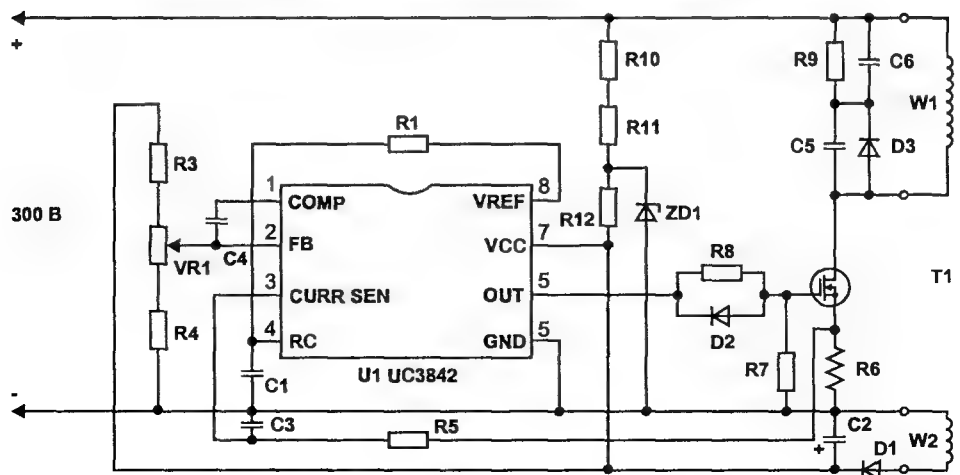

Рис. 7. ИП с полевыми транзисторами
Отличие схемы на рис. 7 от ИП с транзисторными схемами управления заключается в применении полевого транзистора в качестве ключа. ИС U1 обеспечивает работу только п-канального МОП транзистора с изолированным затвором, так как управляющий сигнал на ее выводе 6 (OUT) имеет амплитуду, близкую к ее напряжению питания (Vcc) на выводе 7. При появлении на входе схемы напряжения в 300 В, на 7-й вывод ИС U1 через резисторы R10, R11 и R12 поступает напряжение, ограниченное стабилитроном ZD1 (около 30 В), и происходит включение внутренних схем в ИС. Внутренний генератор начинает вырабатывать импульсы с частотой, определяемой цепочкой R1, C1, подключенной к выводу 4 (RC). С вывода 6 микросхемы (OUT) импульсы через ограничительный резистор R8 поступают на затвор ключевого транзистора Q1, обеспечивая импульсный ток в первичной обмотке W1 силового трансформатора T1. Это, в свою очередь, приводит к появлению напряжения в обмотке W2 трансформатора, которое после выпрямления диодом D1 и сглаживания на емкости C2 поступает на вывод 7 ИС, обеспечивая ее работу в рабочем режиме. Следует отметить одно важное свойство данной ИС: она может включиться (стартовать) только при напряжении на выводе Vcc не менее 17 В, но может продолжать работать при напряжении более 12 В, при этом в рабочем состоянии ее потребление тока возрастает в несколько раз. Это обстоятельство позволяет дополнительно защитить ИП от коротких замыканий во вторичных цепях трансформатора T1, например, при выходе из строя одного из выпрямительных диодов, пробою электролитических конденсаторов или при неисправности в одном из блоков ВМ. Происходит это таким образом. Для включения ИС, вследствие ее малого потребления тока, достаточно напряжения, получаемого от выпрямителя 300 В через резисторы R10, R11, R12. В рабочем режиме ток потребления ИС возрастает, но напряжение питания (обычно 13 — 15 В) поступает уже от выпрямителя напряжения с обмотки W2, который обеспечивает необходимый ток. В случае коротких замыканий на выходе ИП напряжения от обмотки W2 не хватает для работы ИС (менее 12 В) и она выключается до момента, когда электролитический конденсатор C2 зарядится через резисторы R10, R11, R12 до напряжения ее включения (более 17 В). Далее ИС опять включается и немедленно выключается. Интервал включения зависит от емкости конденсатора C2 и величины резисторов R10 — R12, и обычно он составляет величину от долей секунды до нескольких секунд, при этом слышны слабые щелчки от трансформатора ИП. Такой режим ИП в случае различных неисправностей обеспечивает совместно с быстродействующей защитой по току силового ключа через сигнал